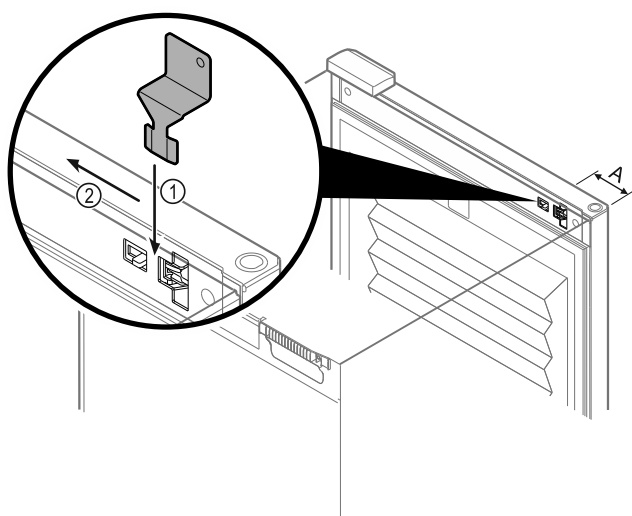

Fig. 90
- Positionner la clé de déverrouillage de secours à l'endroit indiqué Fig. 90 (A) ≈ 100 mm.
- Insérer par le haut et jusqu'au bout la clé de déverrouillage de secours entre la porte et le corps de l'appareil Fig. 90 (1).
- Tirer la clé de déverrouillage de secours en direction de la charnière Fig. 90 (2).